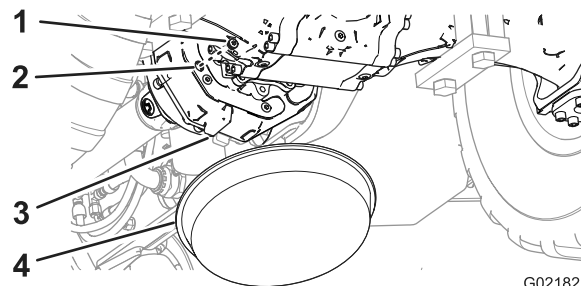

Рисунок 72
2. Отверните пробку смотрового отверстия трансмиссии (Рисунок 72).
3. Посмотрите сквозь смотровое отверстие и убедитесь, что уровень масла в трансмиссии находится на нижней части резьбы отверстия (Рисунок 72).
6. Установите пробку в смотровое отверстие картера трансмиссии (Рисунок 72).
1. Поместите сливной поддон под заднюю часть картера трансмиссии (Рисунок 72).